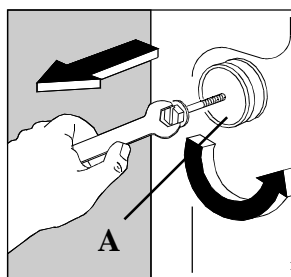

Fig 3
- Sur la partie arrière et à l'aide d'une clé de 10, dévissez et enlevez les deux entretoises rouges (A) (fig. 3).